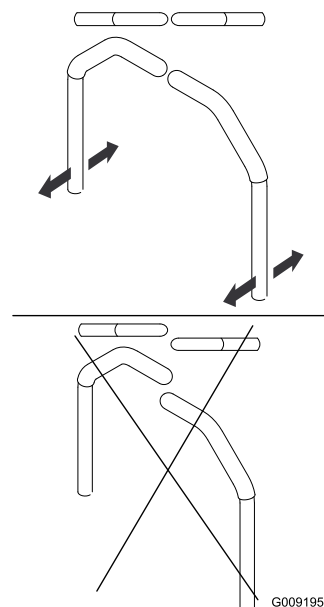

Figure 78
4. Réglez l'alignement avant/arrière des leviers en plaçant simultanément à la position point mort puis faites-les coulisser jusqu'à ce qu'ils soient alignés, puis serrez les boulons (Figure 78).